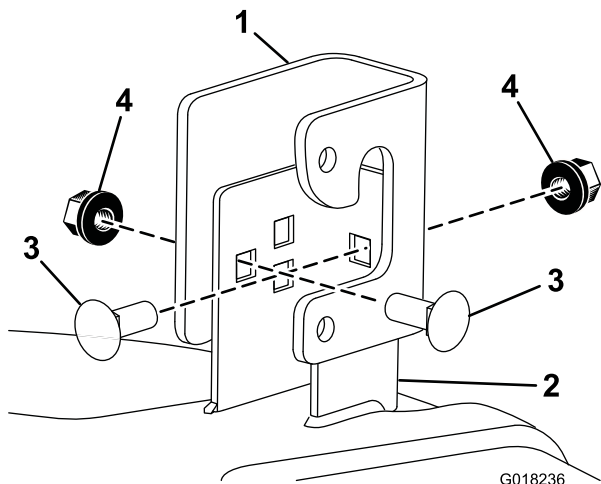
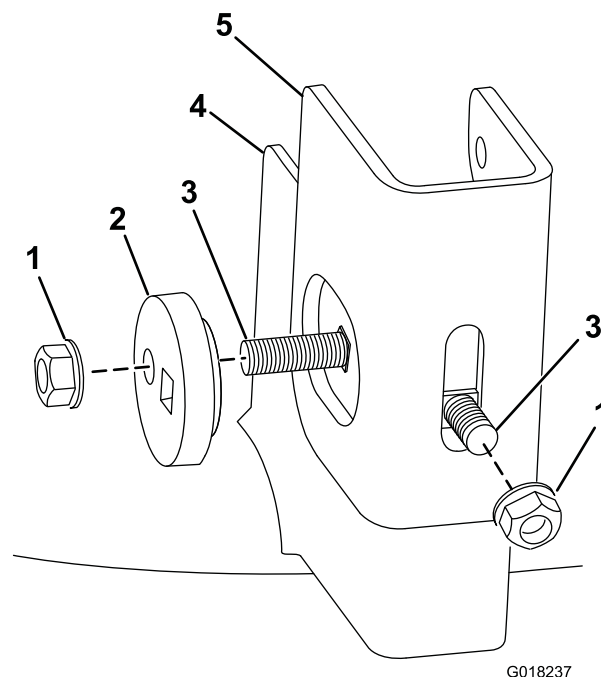

Figure 3
Figure 4
5. Montez les nouveaux supports de suspension sur les supports du plateau, comme illustré sur la Figure 3 et la Figure 4.